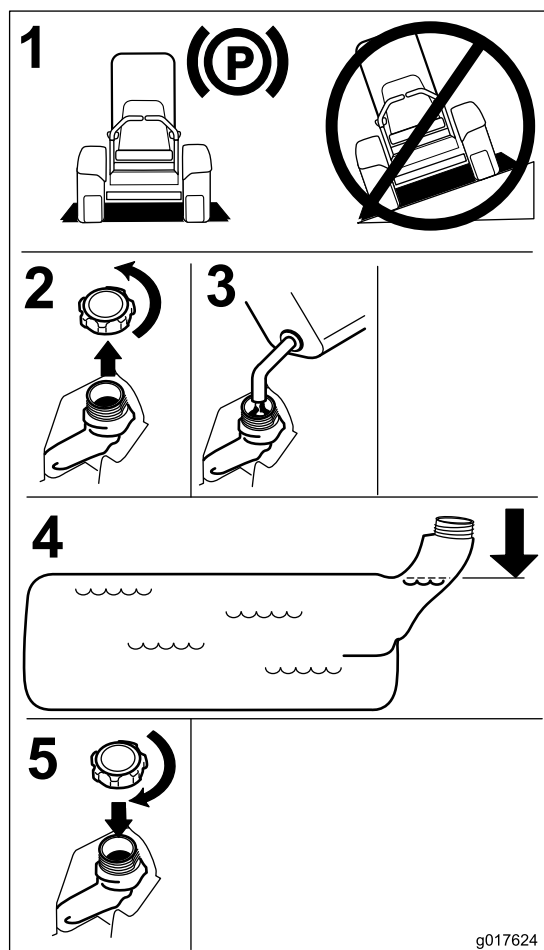

Figura 6
4. **Riempite il serbatoio fino alla base del collo del bocchettone. Accertatevi che nel serbatoio vi sia sufficiente spazio vuoto per contenere l'espansione del carburante (Figura 6).**